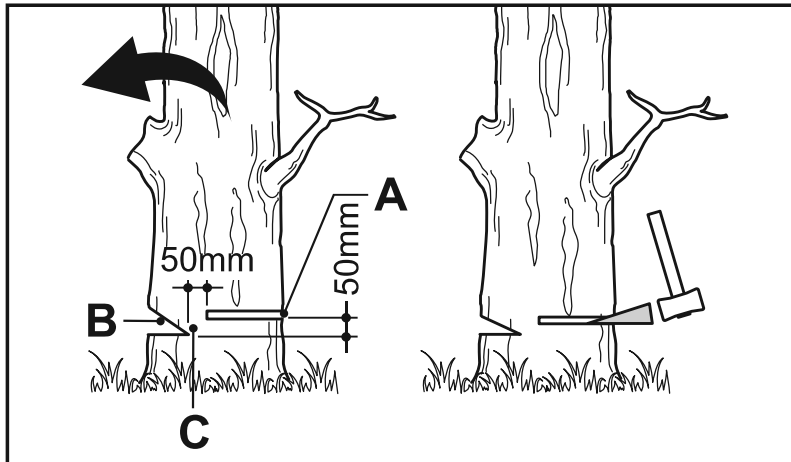

Fig. 26
Haga la muesca (Fig. 26, B) de 1/3 del diámetro del árbol, perpendicular con respecto a la dirección de caída (Fig. 26). Realice primero el corte de muesca horizontal inferior. Esto ayudará a evitar el pinzamiento de la cadena o de la espada al hacer la segunda muesca.
1. Realice el corte posterior de tala (Fig. 26, A) al menos 50 mm más alto que el corte de muesca horizontal (Fig. 26). Haga el corte posterior de tala paralelo con el corte de muesca horizontal. Realice el corte posterior de tala de forma que quede suficiente madera que actúe como bisagra. La madera de bisagra (Fig. 26, C) impide que el árbol se tuerza y caiga en la dirección incorrecta. No corte toda la bisagra.